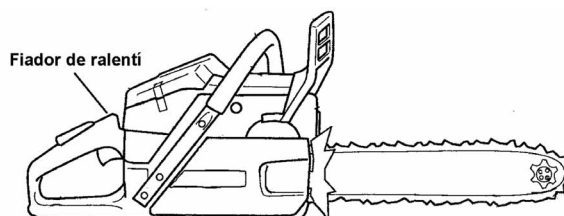

FIG. 012
- Fiador de ralentí. Libera la cadena al acelerar. **FIG. 012**